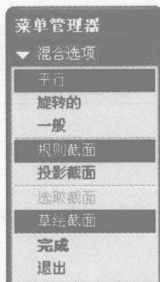

图 1-13 “混合选项”菜单管理器
1) 在如图 1-13 所示的“混合选项”菜单管理器中设置混合选项为“平行”→“规则截面”→“草绘截面”，然后单击“完成”选项。